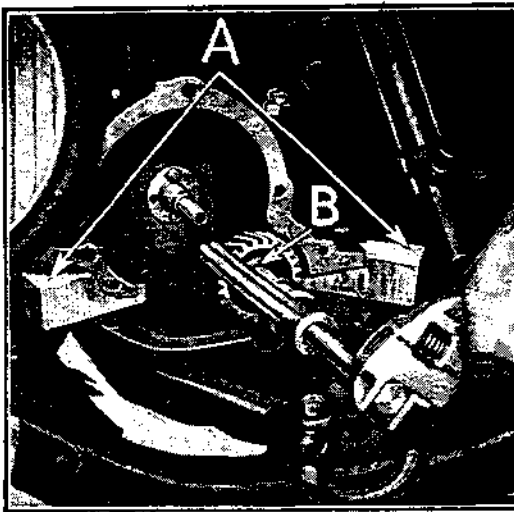

Fig. 276
- f) Soulever l'avant du moteur à l'aide d'un palan et des griffes à une hauteur suffisante pour permettre au pignon de distribution de passer au-dessus de la paroi avant du carter. Maintenir le moteur dans cette position à l'aide de deux cales de bois passées entre les cylindres et le carter. (Voir A, fig. 276.)